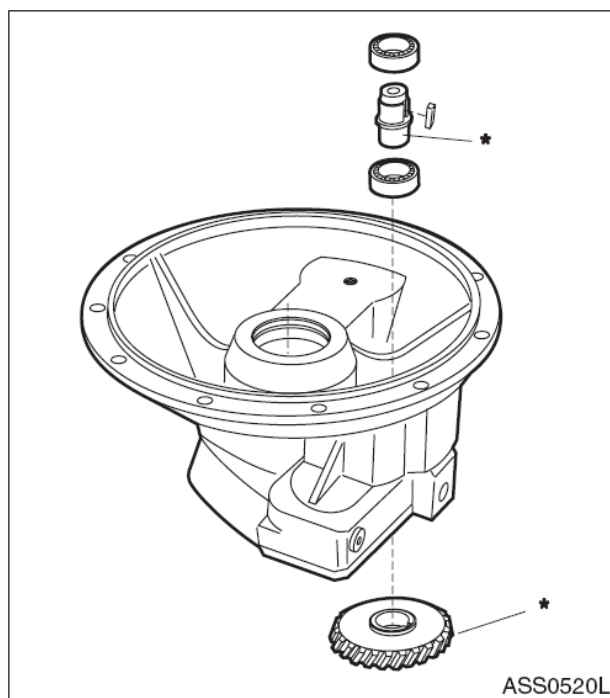

Рис. 53
1. Впрессуйте болт (\*, рис. 53) в зубчатое колесо. (Фиксируется с помощью прессовой посадки).